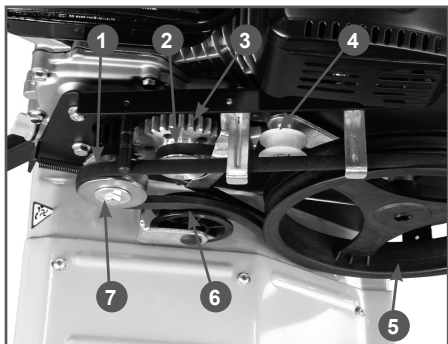

Рис. 26 Обслуживание ремней привода
- Снимите ремень 1 переднего хода со шкивов вала двигателя 7 и редуктора 5 (Рис. 26).
- Снимите ремень 2 заднего хода со шкивов шестерни 3 заднего хода и редуктора 5 (Рис. 26).